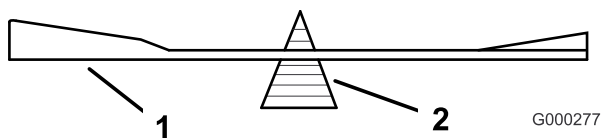
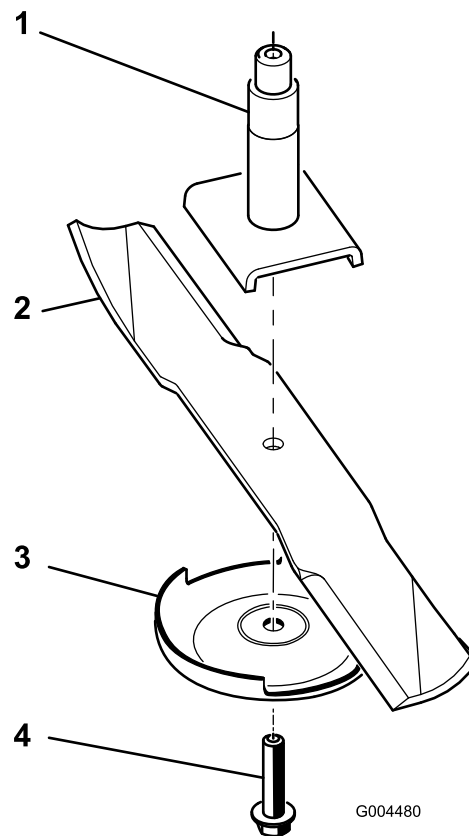

Figura 74
Figura 75
2. Retire del eje de la cuchilla el perno de la cuchilla, el protector de césped y la cuchilla (Figura 75).
2. Verifique el equilibrio de la cuchilla colocándola sobre un equilibrador de cuchillas (Figura 74). Si la cuchilla se mantiene horizontal, está equilibrada y puede utilizarse. Si la cuchilla no está equilibrada, rebaje algo el metal en la parte de la vela solamente (Figura 75). Repita este procedimiento hasta que la cuchilla esté equilibrada.
1. Instale la cuchilla en el eje (Figura 75).
2. Instale la placa protectora de césped y el perno de la cuchilla (Figura 75).